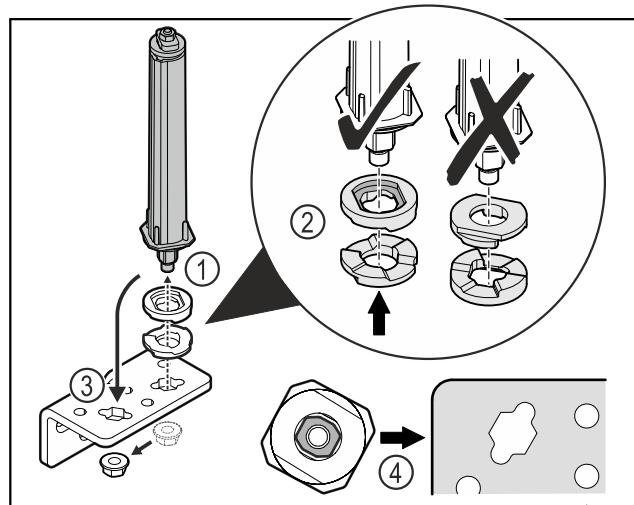

Fig. 33
- ▶ Отпустите гайку и демонтируйте систему закрытия двери Fig. 33 (1).
- ▶ Учитывайте правильность выравнивания шайб для регулировки высоты Fig. 33 (2).
- ▶ Переставьте систему закрытия двери в шарнирном уголке и зафиксируйте гайкой Fig. 33 (3).
- ▶ При установке учитывайте правильность выравнивания системы закрытия двери Fig. 33 (4).